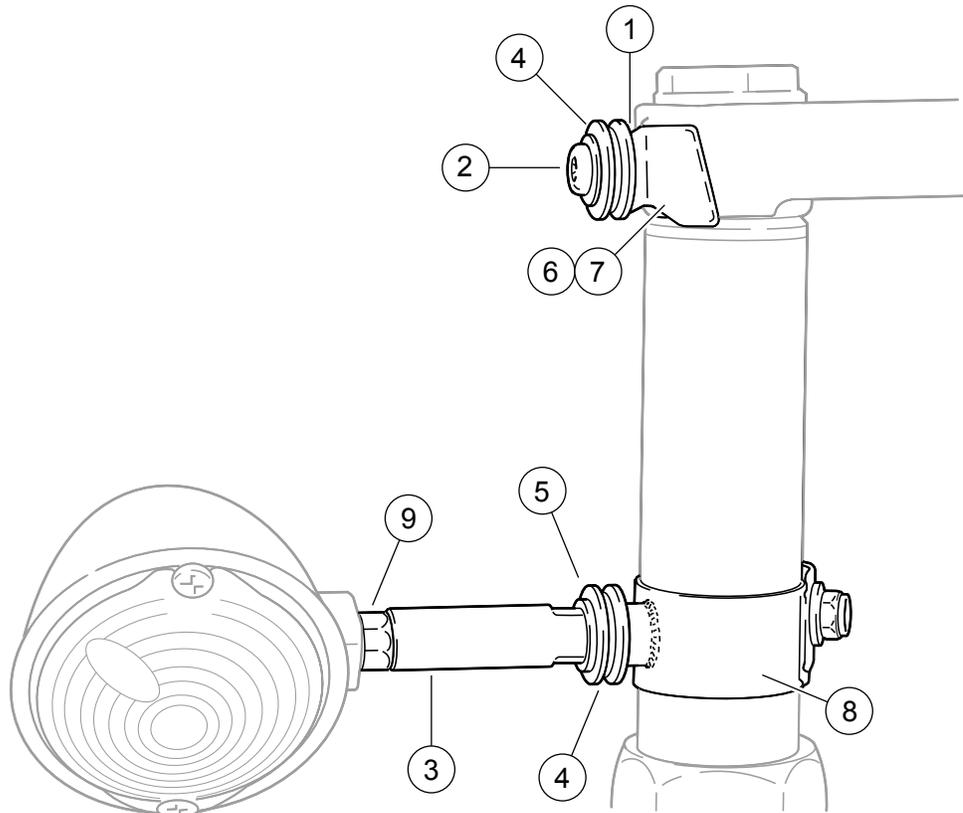
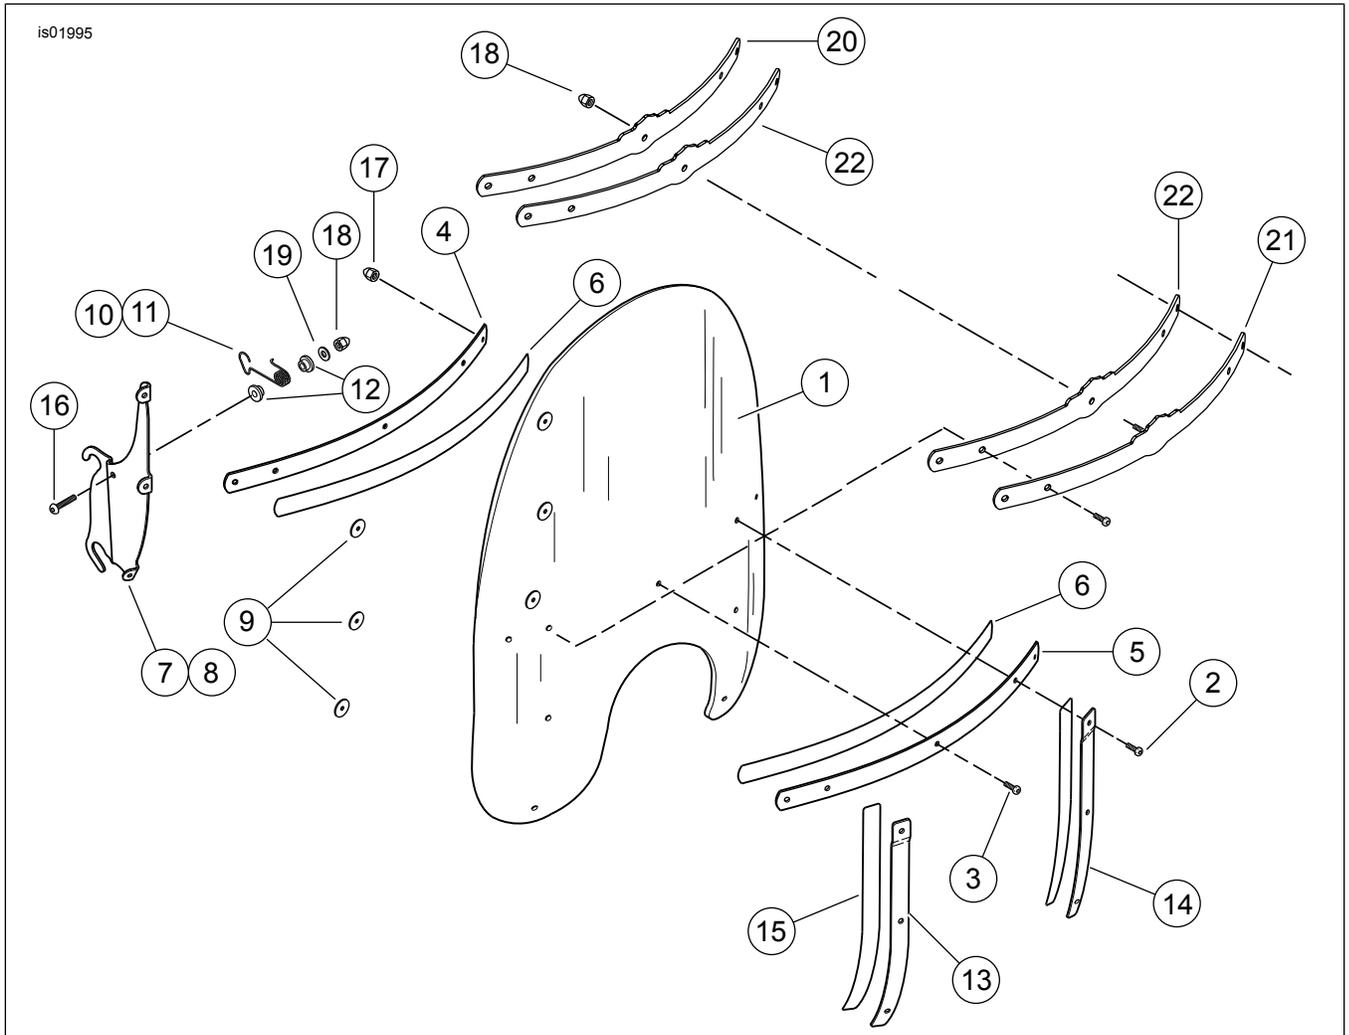
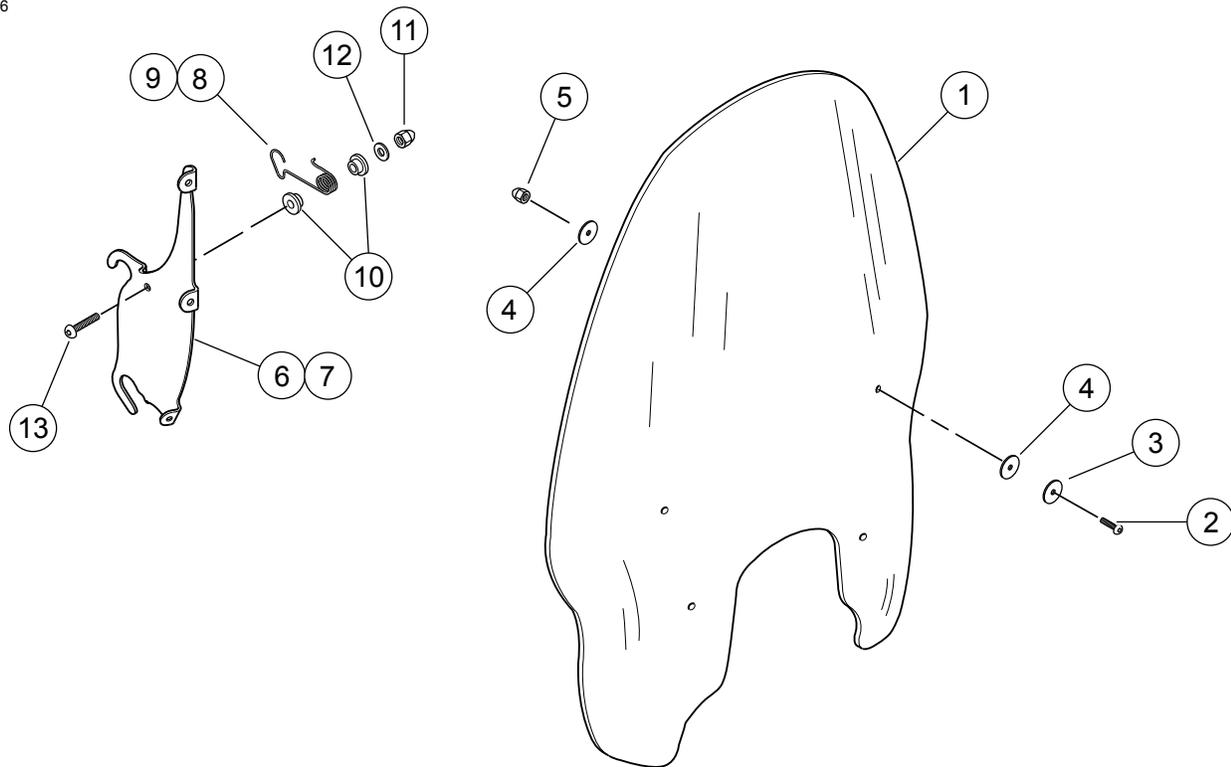

Figura 5. Peças de reposição: Ferragens de fixação
Figura 6. Peças de reposição: Para-brisa
Figura 7. Peças de reposição: Kits do para-brisa
Veja Figura 5, Tabela 2 e Figura 6, Tabela 3 e Figura 7, Tabela 4.
3. **Em todos os modelos, exceto FXSTB:** Remova a lâmpada do pisca do lado direito do guidom (lado do freio). Remova o receptáculo da esfera do conjunto do pisca. Instale a arruela de pressão (12) e a porca cega cromada (11) do kit na extremidade da haste do espelho para manter o espelho no lugar.
7. Veja a Figura 5. Instale as ferragens de fixação do conjunto inferior do para-brisa como mostrado na ilustração. Monte na ordem a seguir, deixando o conjunto solto:
- a. Localize as peças de montagem fornecidas com o kit de ferragens de fixação. Aparafuse a contraporca (9) do kit de montagem na extremidade do separador do pisca oposta à extremidade que possui os chanfros (3).
- c. Coloque a arruela lisa (5) e a bucha (4) no separador.
- d. Aparafuse a abraçadeira (8) sobre o separador.
8. Veja a Figura 5. Instale as peças de fixação no conjunto superior do para-brisa conforme mostrado na ilustração e aperte os parafusos de cabeça abaulada com torque de 20 N·m (15 ft-lbs). O espaçador (1), que não aparece na ilustração, se encaixa entre o suporte retentor de fio (6, 7) e o prendedor triplo do garfo superior.